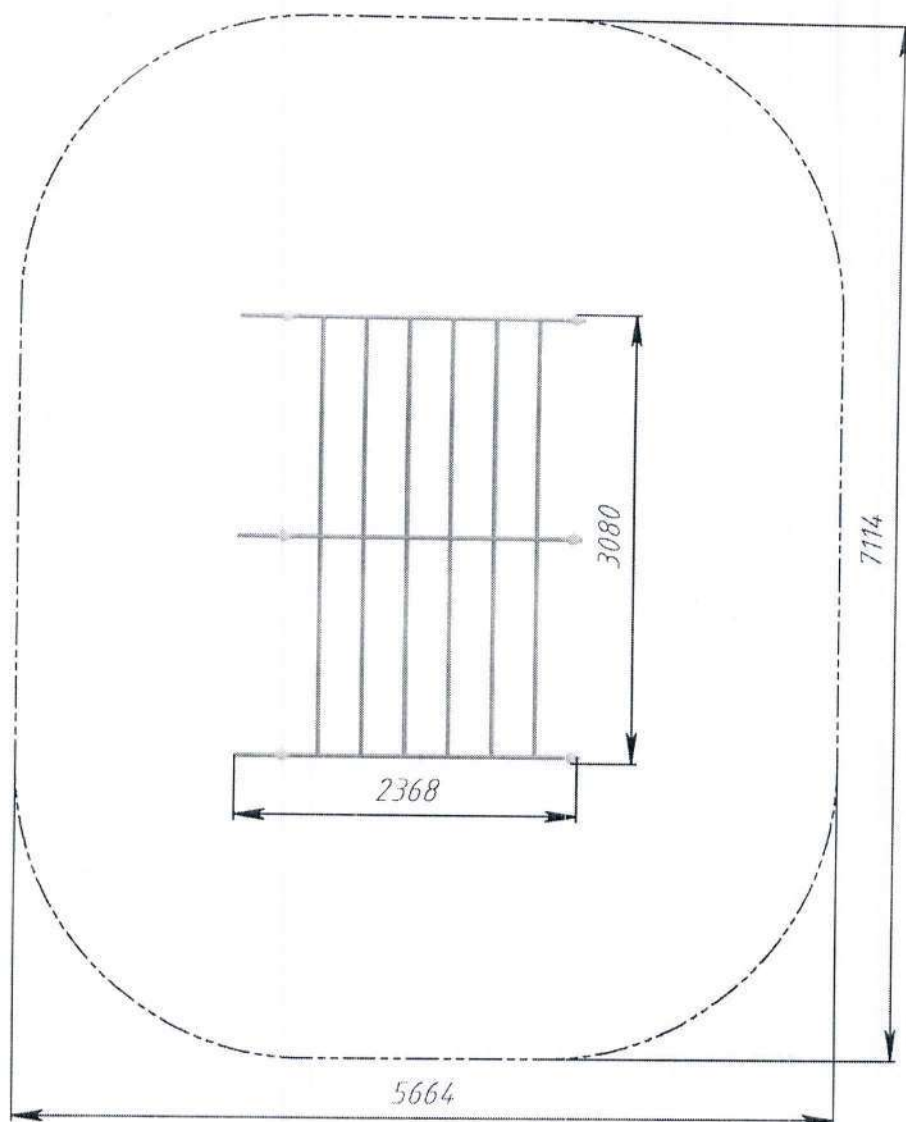

Рис.2 Безопасная зона приземления Рукохода РТР 729А
12.4. Монтаж Рукохода проводится на ровной площадке, свободной от насаждений. Размер площадки должен обеспечить безопасную зону приземления вокруг Рукохода в соответствии с рис. 2.